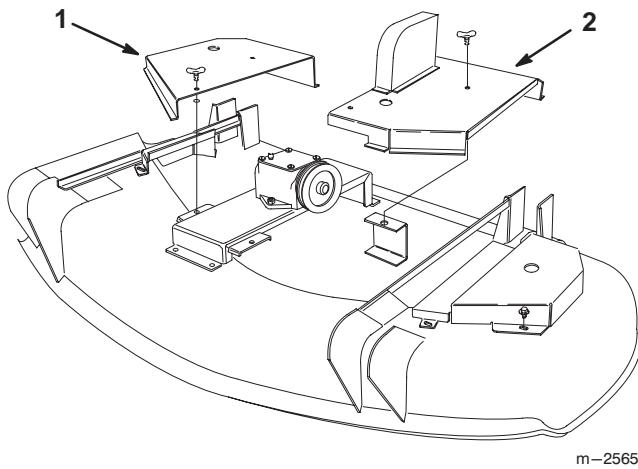

Bild 29
1. Drehen Sie die Flügelbolzen, mit denen die linke und rechte mittlere Abdeckung abgesichert werden, um je eine viertel Umdrehung entgegen dem Uhrzeigersinn. Entfernen Sie dann die beiden mittleren Schneidwerkabdeckungen (Bild 29).
5. Bringen Sie die beiden mittleren Schneidwerkabdeckungen wieder an und drehen dann die beiden Flügelbolzen um eine viertel Umdrehung im Uhrzeigersinn, um die Abdeckungen am Schneidwerk abzusichern (Bild 29).